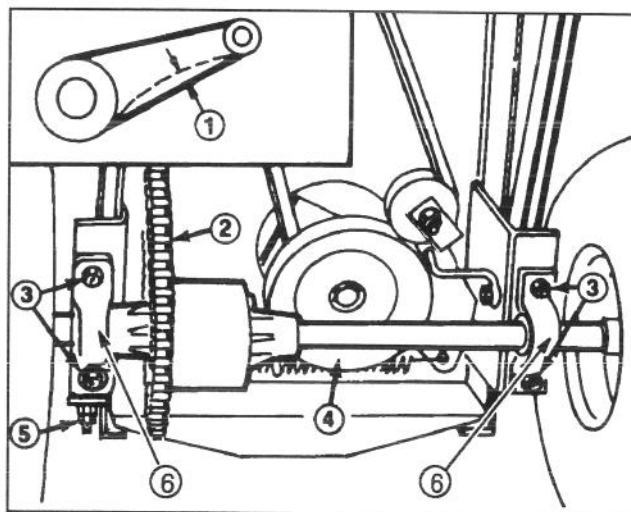

Abbildung 26
1. Die Durchbiegung der Antriebskette durch Anheben der Kette mit mittelmäßiger Spannung halbwegs zwischen dem Kettenlauf (Abb. 26) nachprüfen. Die Kette sollte sich um 3 mm durchbiegen lassen (Abb. 26). Wenn die Durchbiegung nicht dem hier beschriebenen entspricht, wird eine Einstellung nach Schritten 2-6 erforderlich.
2. Die vier Bundmutter, mit denen die Kissenblöcke und Differentialachse am Mäherchassis abgesichert werden, lockern (Abb. 26).
5. Da die Differentialwelle mit der Rückseite des Chassis parallel sein muß, den Abstand zwischen der Mitte der Kissenblöcke und der Rückseite des Chassis messen (Abb. 26). Der Unterschied zwischen diesen zwei Abmessungen darf nicht größer als 6 mm sein. Sollte er doch größer ausfallen, ist die Differentialwelle nicht parallel mit dem Chassis; unter solchen Umständen muß die linke Seite neu angeordnet werden, um den erforderlichen Abstand zu realisieren. Die Kontermutter, mit denen der linke Kissenblock am Chassis abgesichert wird, festziehen.